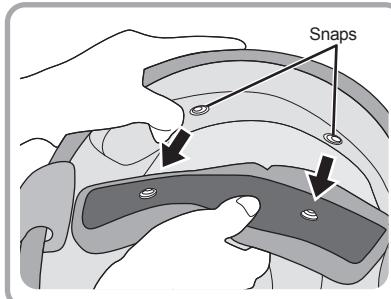

Fig. 2
2. Dégrafez ensuite les deux boutons-pression à l'arrière du casque afin d'extraire le coussinet intérieur. (Fig.2)